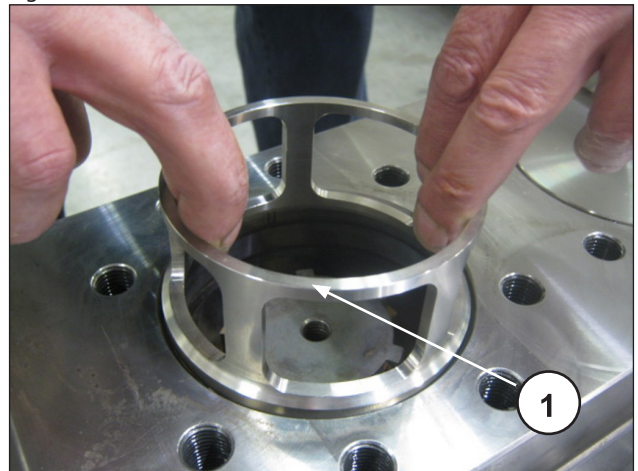

Fig. 169
Preste atenção para não danificar os pinos de centragem no cárter durante a extração do cabeçote. Extraia o distanciador da válvula de descarga (pos. ①, Fig. 169).